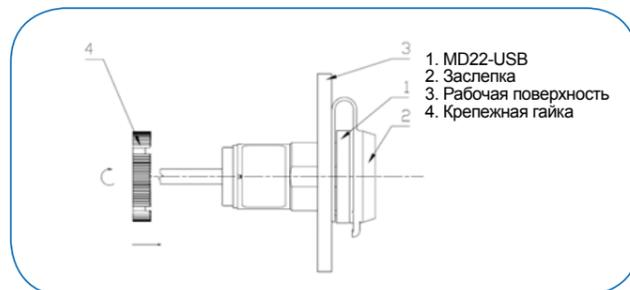

Рис. 1 Монтаж
Разъем MD22-USB (1) с защитной заслепкой (2) поместите в монтажное отверстие с лицевой стороны рабочей поверхности (3), затем винтите крепежную гайку в деталь под консолью (4) чтобы обездвижить соединение и закрепить отверстие (рис.1).